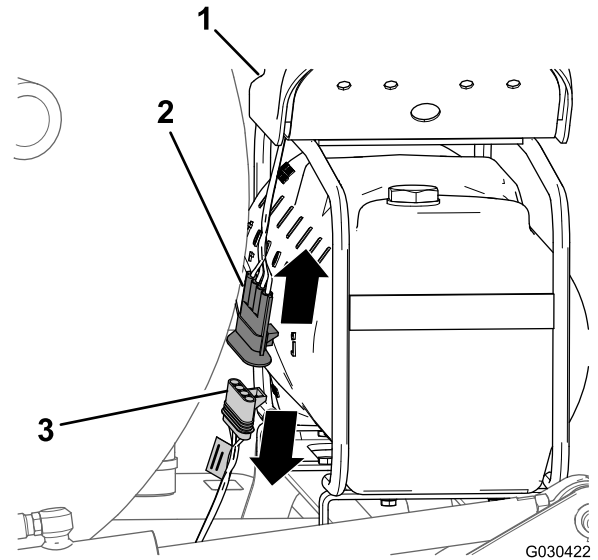

Figure 6
1. À l'arrière du réservoir du traceur à mousse, localisez le faisceau de câblage sur le compresseur (Figure 6).
2. Débranchez le connecteur à 4 broches du faisceau du compresseur du connecteur à 4 douilles du faisceau de câblage arrière de la machine (Figure 6).